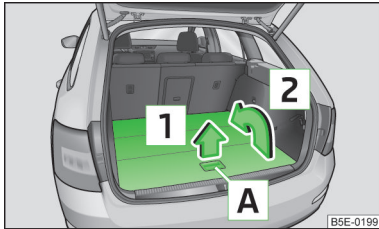

Abb. 97
- Den hinteren Teil des variablen Ladebodens am Griff **A** » Abb. 97 fassen und in Pfeilrichtung **1** anheben.